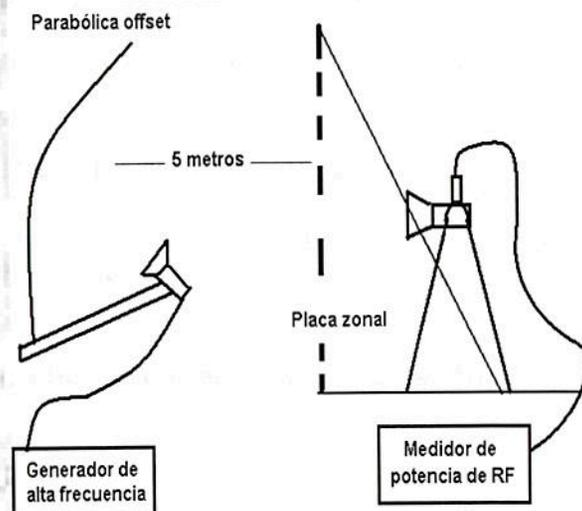

Figura 10.2.- Diagrama para obtener la distribución axial de intensidad de señal electromagnética.
- D3.1)- Disponer los equipos y componentes tal como se aprecia en la figura 10.2. La frecuencia del generador será de 10 GHz con modulación y el nivel será el máximo permisible.
- D4.1)- Disponer los equipos y componentes tal como se aprecia en la figura 10.2, utilizando una placa de inversión de fase.